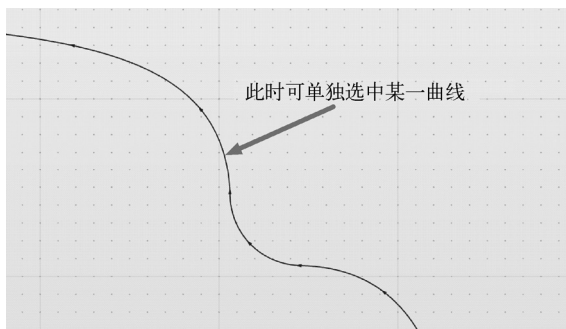

图 5-140 单独选中某段曲线
6) 观察这个沙拉盘外环轮廓, 发现其是一个循环对称图案。由于导入图案可能会有手动绘制的偏差, 因此这里建议只保留其中的需要循环对称的基础图形, 其余部分使用 Evolve 中的“镜像”工具精确完成。但是当选择这条曲线时, 发现它仍合并为一体, 无法单独选中其中的某些曲线段进行删除。此时, 保持这条曲线组合处于选中状态, 按住〈Ctrl〉键并单击“分离”工具 , 即可将曲线组合拆分, 如图 5-140 所示。